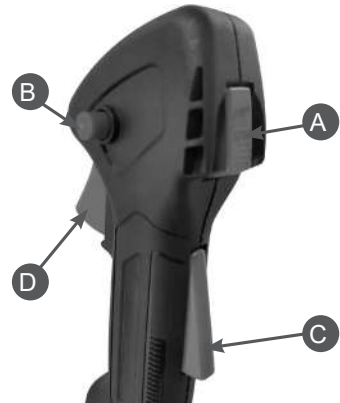

Рис. 9 Рукоятка управления
4. Нажмите одновременно на стопорный рычаг С и рычаг газа D. Зафиксируйте рычаг газа в нажатом состоянии кнопкой В (Рис. 9).
8. После запуска переведите рычаг газа в режим холостого хода. Для этого необходимо быстро нажать и отпустить рычаг газа D (кнопка блокировки B при этом освободится) (Рис. 9) и прогрейте двигатель в течение 30 секунд. Рычаг воздушной заслонки при этом находится в среднем положении, затем переведите рычаг заслонки в нижнее положение.
2. Дайте двигателю поработать без нагрузки в течение 15-20 секунд, затем заглушите двигатель, нажав на выключатель зажигания А (Рис. 9) и удерживая его в нажатом положении до полной остановки двигателя.